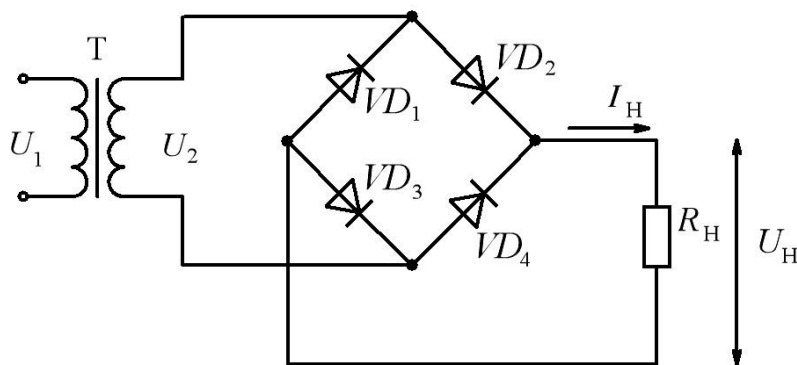

Рис. 6.2
1. В соответствии с вариантом вычерчиваем схему выпрямителя (рис. 6.2).